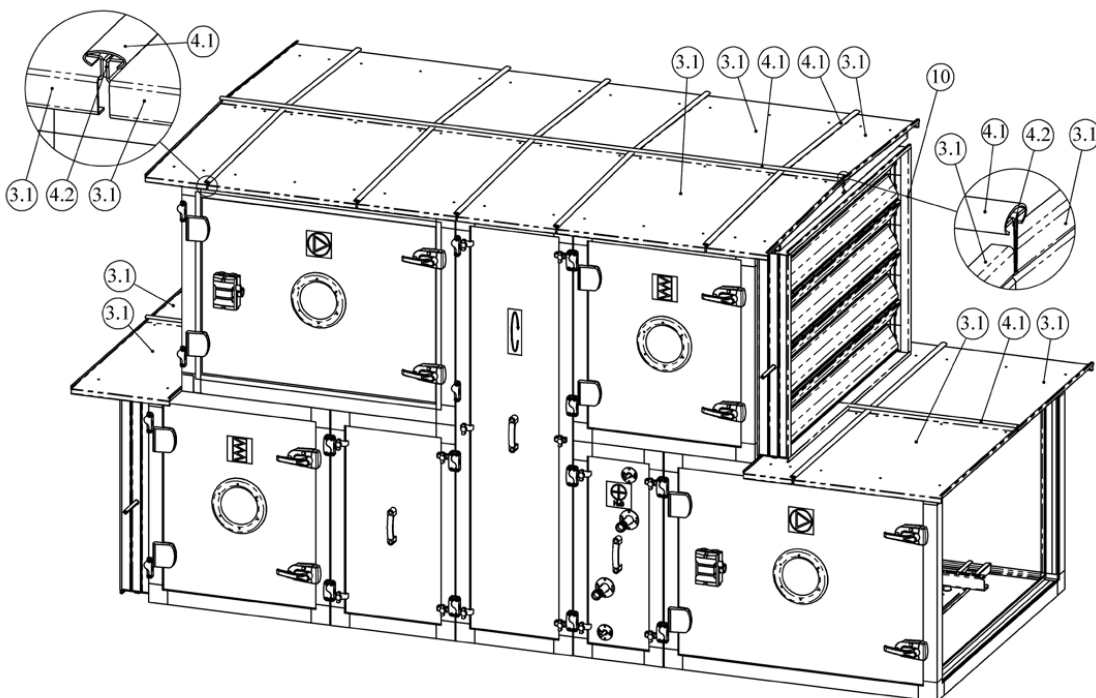

Abbildung 5.4
5. Montieren Sie die Profile passend zur Breite der Unterteilungen des Rahmens. Bringen Sie das Dichtband zwischen zwei Segmenten an. Das Dichtband wird nur auf die Seitenfläche eines Segments aufgebracht. Dichten Sie die Zwischenräume der Segmente mit Dichtstreifen ab und bringen Sie C-Profile wie in Abbildung 5.4 dargestellt mit Schrauben (5.0) am Gerät an.
6. Um eine niedrigere Ebene der Einheit abzudecken, befestigen Sie die Segmente (3.1) direkt an der Einheit ohne Halterahmen, wie in Abbildung 5.4 dargestellt.